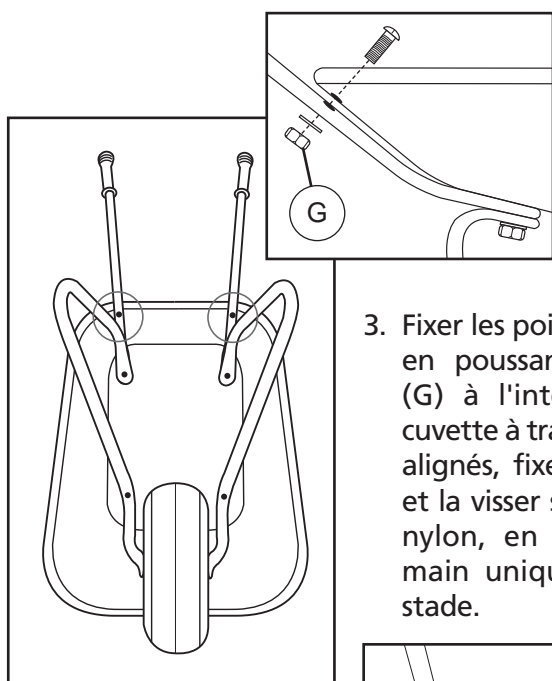

Figure 3
3. Fixer les poignées (Fig. 3) en poussant le boulon (G) à l'intérieur de la cuvette à travers les trous alignés, fixer la rondelle et la visser sur l'écrou en nylon, en serrant à la main uniquement à ce stade.